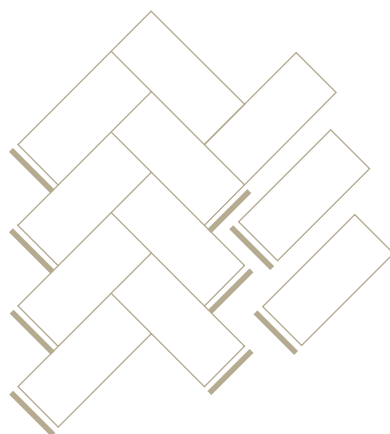

Abb. 6: Die Dielen werden zusammengedrückt. Einsetzen einer losen Feder in die Endnut.
3. Es wird eine lose Feder in die Endnut aller verklebten Dielen sowie an der Endnut aller neuen Dielen eingesetzt. Keine Stöße zwischen Dielen ohne Nut/Feder-Verbindung. Die Feder darf nicht geklebt werden. Eine zu dünne oder allzu stramme Feder aussortieren. Siehe Abb. 6.
4. Die nächste Reihe wird verklebt. Legen Sie die Dielen so eng wie möglich an die Nachbardielen an und drücken Sie die Dielen fest und gegen die Nachbardielen oder den vorläufigen Abstandskeil, um zu vermeiden, dass Kleber aus der Nut/Feder-Verbindung austritt. Siehe Abb. 6.